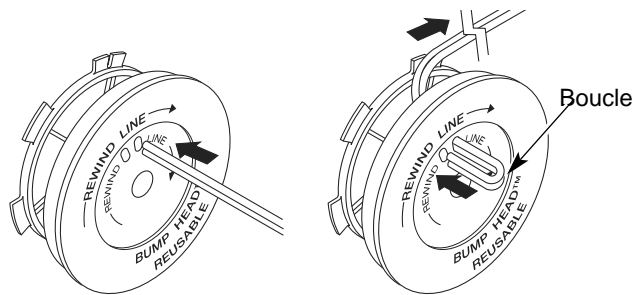

Fig. 21
8. Découpez environ 2.7 m (9 pi) de fil neuf. Insérez une extrémité de fil dans l'un des deux trous du moulinet intérieur (Fig. 21). Tirez le fil jusqu'à ne laisser que 10 cm (4 po) environ.
9. Insérez l'autre extrémité du fil dans le trou ouvert du moulinet et tirez sur le fil pour que la boucle soit le plus petit possible (Fig. 21).